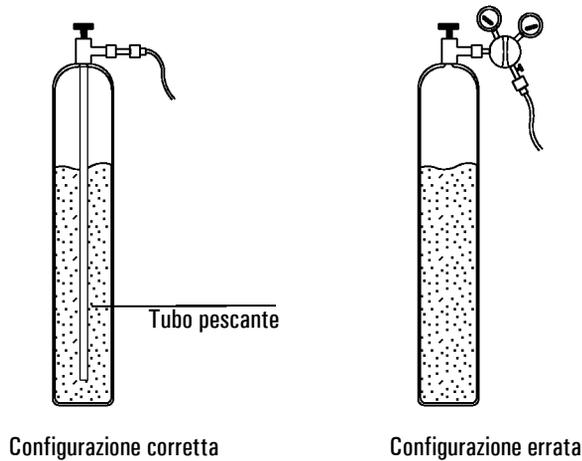

Figura 97. Configurazione corretta ed errata per il serbatoio di CO₂
- il serbatoio deve essere dotato di un tubo interno pescante sul fondo o di un tubo di estrazione per prelevare CO₂ liquida e non gassosa (vedere la Figura 97);